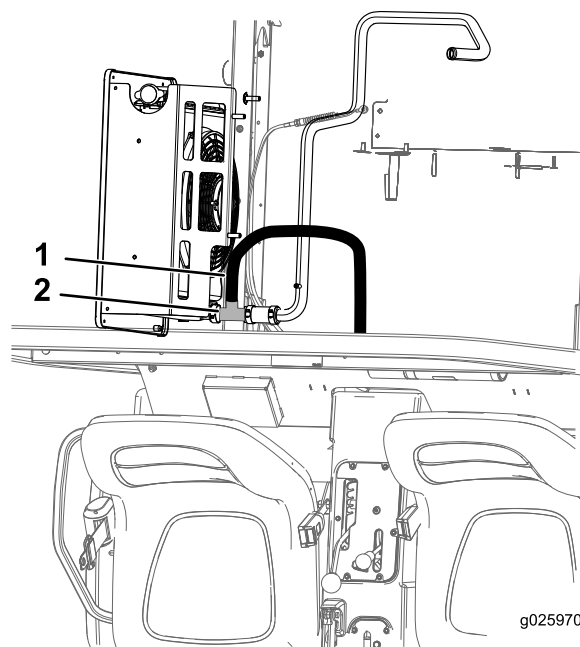

Figura 8
3. Tagliate il tubo flessibile inferiore del radiatore e collegate il raccordo a T a ogni estremità appena tagliata del tubo del radiatore inferiore con 2 fascette stringitubo grandi (Figura 8).